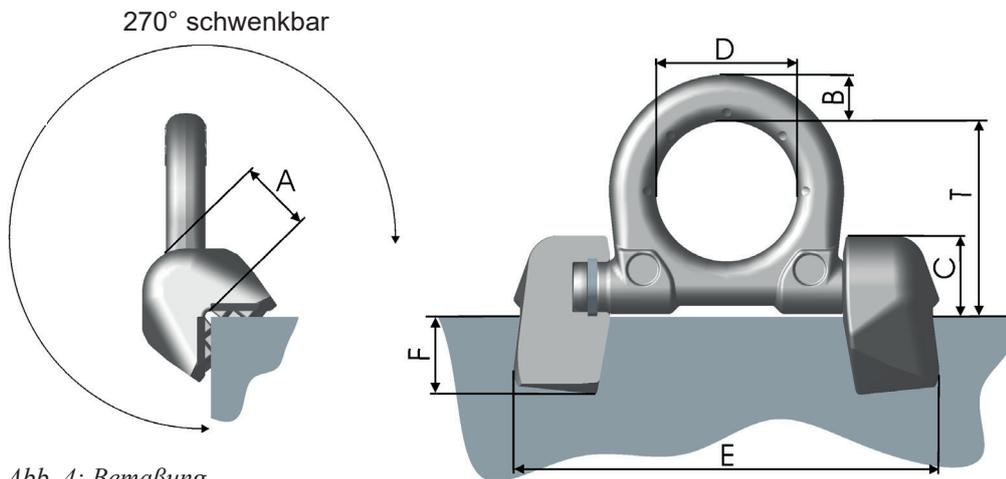

Abb. 4: Bemaßung
- Kontrollieren Sie sorgfältig die Verschleißmarkierungen des Anschweißpunktes (siehe Abb. 4 und 5):
Abb. 4 und 5: Verschleißmarkierungen